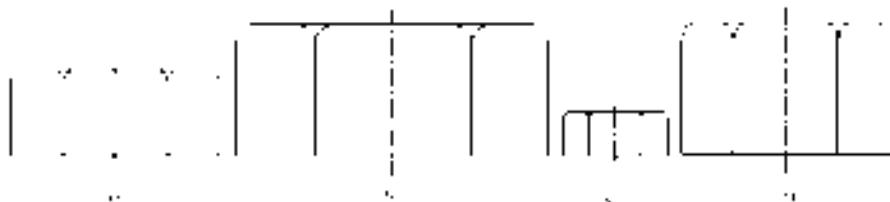
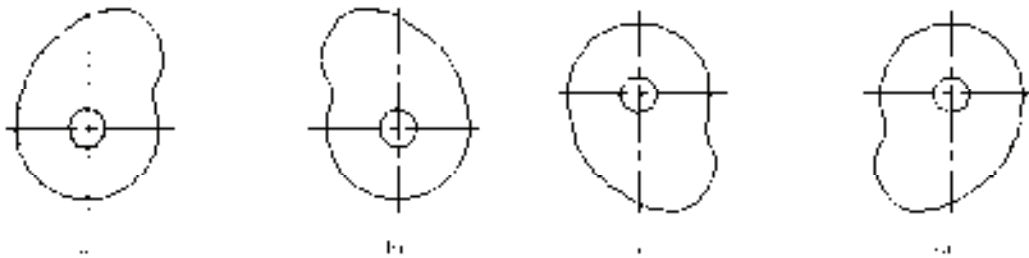

图 7-8 取不同比例系数插入图块的效果
图 7-9 取比例系数为负值插入图块的效果
(3) “比例”选项组 确定插入图块时的缩放比例。图块被插入到当前图形中的时候, 可以以任意比例放大或缩小, 如图 7-8 所示。图 7-8a 所示是被插入的图块; 图 7-8b 所示为取比例系数为“1.5”插入该图块的结果; 图 7-8c 所示是取比例系数为“0.5”的结果。X 轴方向和 Y 轴方向的比例系数也可以取不同, 如图 7-8d 所示, X 轴方向的比例系数为“1”, Y 轴方向的比例系数为“1.5”。另外, 比例系数还可以是一个负数, 当为负数时表示插入图块的镜像, 其效果如图 7-9 所示。